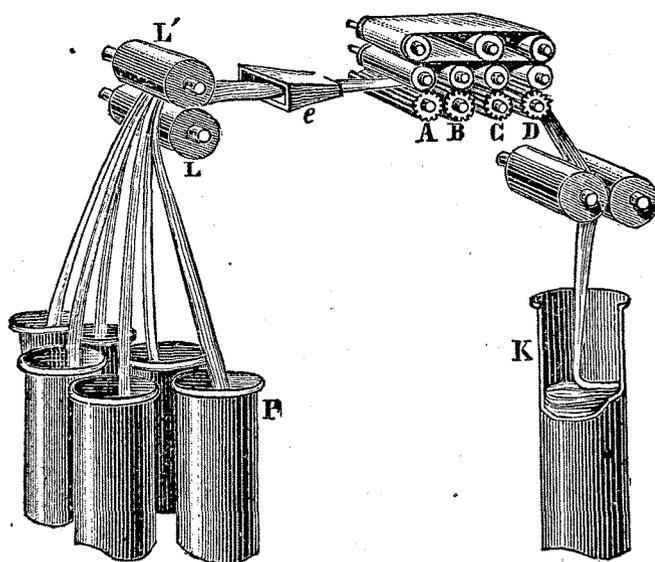

Fig. 202. — Doubleuse-étireuse pour coton.
**Étirage.** — Les rubans sont soumis ensuite à une série d'*étirages* et de *doublages* au moyen de bancs d'étirage (fig. 202). Plusieurs d'entre eux sortent ensemble des pots P, passent entre les cylindres presseurs ou débiteurs LL',